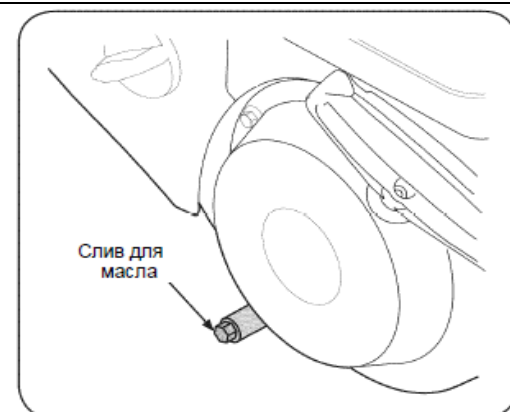

Рис.19
3. Отверните сливную пробку См. Рис. 19.
2. Ослабьте шестигранную гайку на поворотном кронштейне троса переключения скоростей (См. Рис. 19);